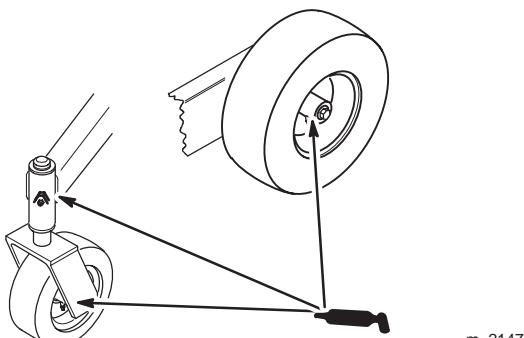

Bild 30
1. Fetten Sie die Lager der Vorderräder und vorderen Spindeln, bis das Fett beginnt, aus den Lagern auszutreten (Bild 30).
2. Entfernen Sie den Fettdeckel vom Hinterrad. Fetten Sie das Lager am Hinterrad (Bild 30).